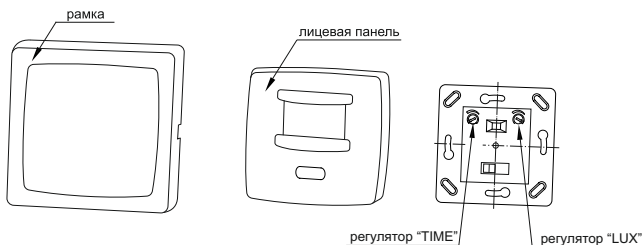

Рисунок 3 – Конструкция датчика движения ДД 030
- снять рамку, а затем лицевую панель с основания датчика, поддев её отвёрткой с прямым шлицем (рисунок 3);
- протестировать датчик (8) и настроить необходимые параметры датчика (9);
Регулятор выдержки времени включения датчика «TIME», освещённости «LUX» и переключатель режимов работы датчика находится под лицевой панелью (рисунок 3), которая снимается с помощью отвертки. Регулировка осуществляется с помощью отвертки с прямым шлицем.